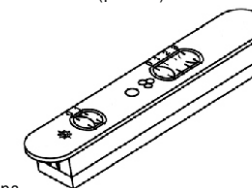

рис. 10
7.2 Управление вытяжкой производится при помощи ползункового переключателя (рис.10).